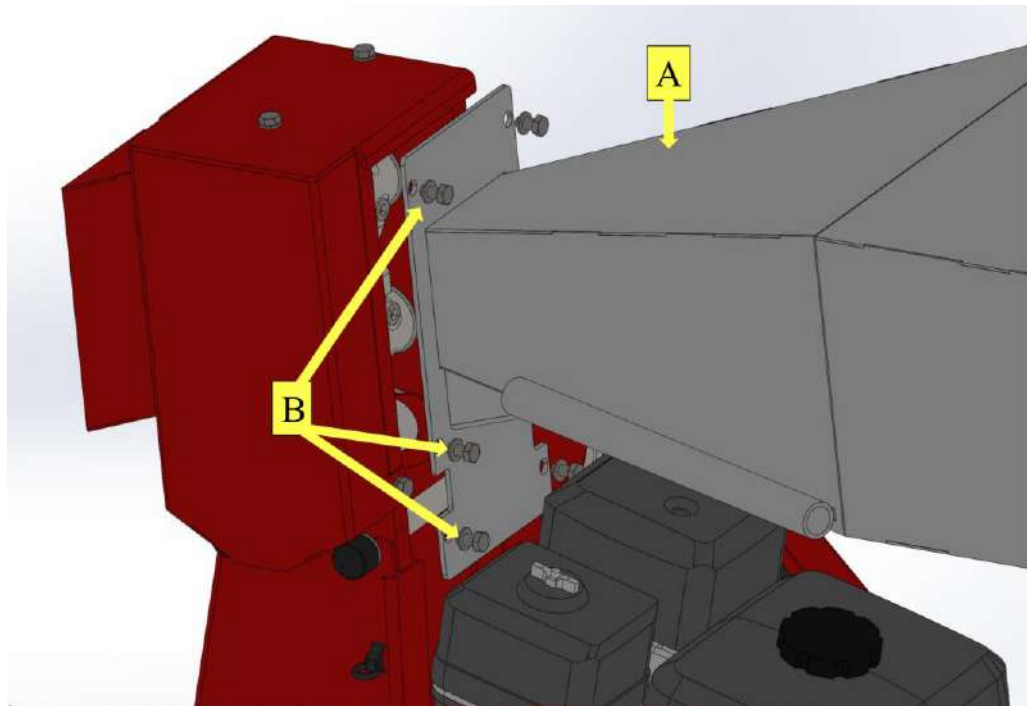

Рисунок 15. Встановлення вхідного бункера
- Встановіть вхідний бункер (А) використовуючи болти М8 (В) в кількості 6 шт., рис.15 ;